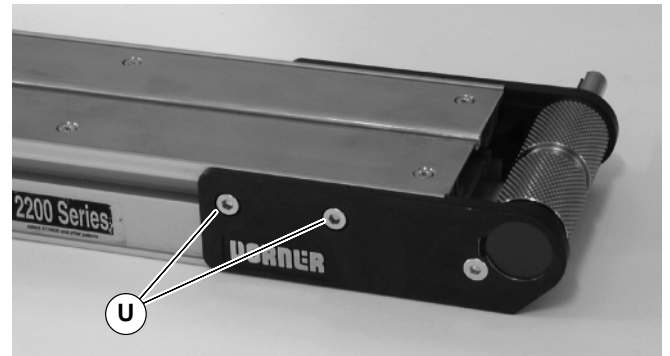

Abbildung 41
3. Die Antriebsrollenbaugruppe auf dem Förderband installieren. Zu beiden Seiten des Förderbandes die Befestigungsschrauben (U siehe Abbildung 41) mit 7 Nm festziehen.